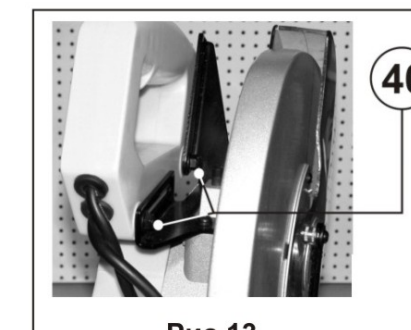
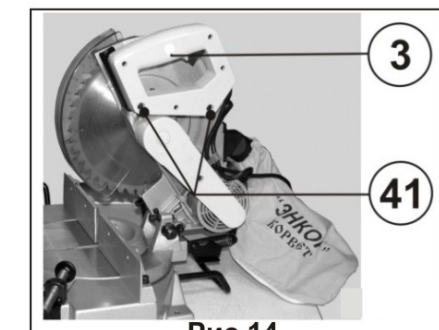

Рис.13
Рис.14
Положение рукоятки (3) пилы, Рис.41, может быть изменено для удобства работающего с ослаблением 2-х гаек (40), Рис. 13, и 2-х винтов (41), Рис. 14.
Переведите рукоятку (3), Рис.14, в желаемое положение и затяните пары гаек и винтов.
На Рис. 14 показана рукоятка (3) в нижнем положении, которое оптимально при установке пилы на верстак или подставку.